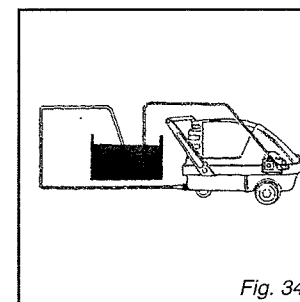

Fig. 34
4) Collegare il tubo ad alta pressione senza lancia all'idropulitrice ed immergere l'estremità libera del tubo nel recipiente creando un circuito chiuso (fig.34).
4) Connect the high pressure hose without lance to the cleaner and immerse the open end in the fluid closing the circuit (fig. 34).
4) Brancher le tuyau à haute pression sans lance au nettoyeur et immerger l'extrémité libre du tuyau dans le récipient, en créant un circuit fermé (fig.34).
4) Den Hochdruckschlauch ohne Lanze an den H-D-Reiniger anschließen, das freie Ende in die Mischung eintauchen und so einen geschlossenen Kreis erzeugen (Abb. 34).
4) Conectar el tubo de alta presión sin lanza a la hidrolimpiadora e introducir el extremo libre del tubo en el recipiente creando un circuito cerrado (fig.34).